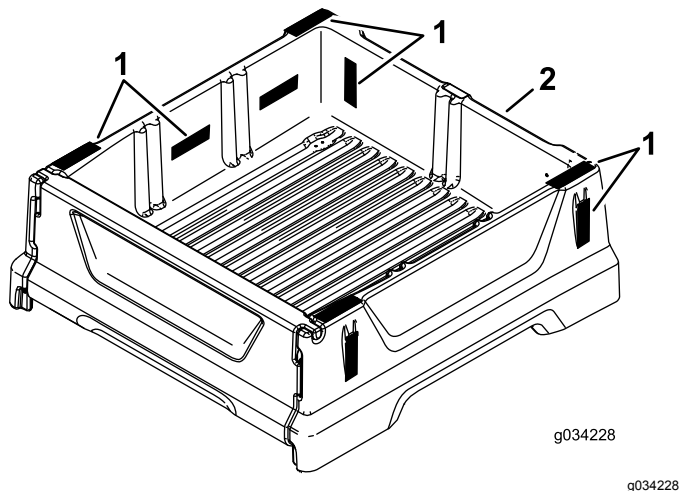
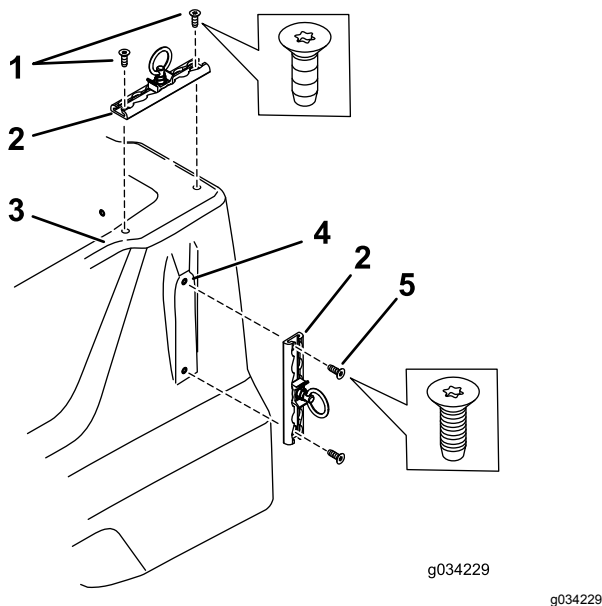

Figura 2
Figura 3
1. Instale o suporte nos locais mostrados em Figura 2 com dois parafusos (Figura 3).